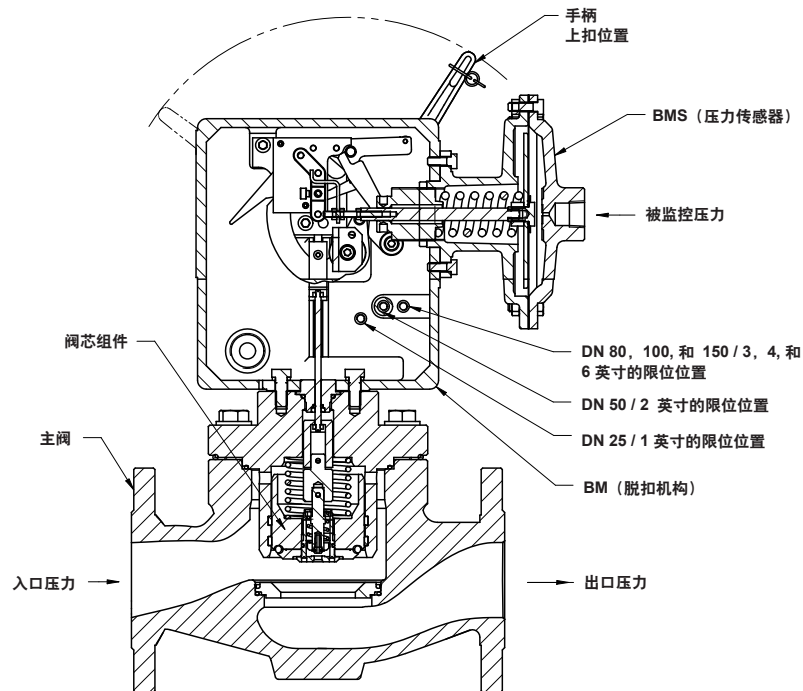

图 2. FEQ 型配置图
FEQ 型切断阀包括一个主阀，一个脱扣机构 (BM)，一或两个压力传感器 (BMS1 或 BMS2)，一个手柄和其它部件 (配置型式如图 2 所示)。FEQ 型切断阀的阀瓣体中还有一个自动内部旁通机构，用于切断阀复位 (开启) 时平衡阀瓣两侧的进、出口压力。